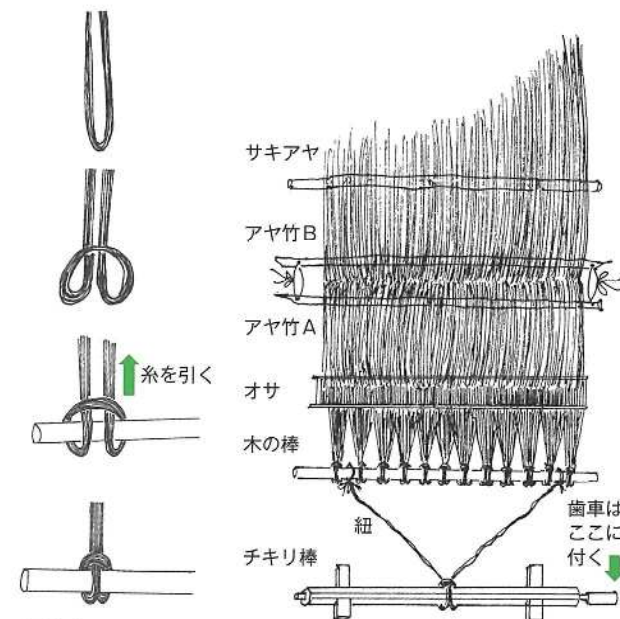

図14
(1) チキリ棒と木の棒を結ぶ二股の紐を、作業しやすいようにチキリ棒に巻き取ります。紐は矢印の方向に巻き、重ならないようにします。(写真86)
(2) タテ糸の鎖編みをほぐします。
(3) タテ糸の先の輪の部分の小束に分けます。分ける数が多いほど巻く時の糸の張りが均等になるため、できるだけ細かく分けます。「手織りの会」では織出布(p61参照)の輪の数に合わせて束を作っています。
(4) チキリ棒と木の棒を結ぶ紐の、木の棒側の左右いずれか片方の紐をはずします。
(5) 分けた小束を、図14のように、輪の部分を上にして、2つに分かれた輪の中に木の棒を通し、矢印の方向に糸を引き、棒にしっかりと糸を結びます。同様に全部の小束を順に棒に通して、図15のようにします。(4)でほどいた紐も結び直します。これで、タテ糸とチキリ棒とがつながったことになります。(写真87、図14・15)